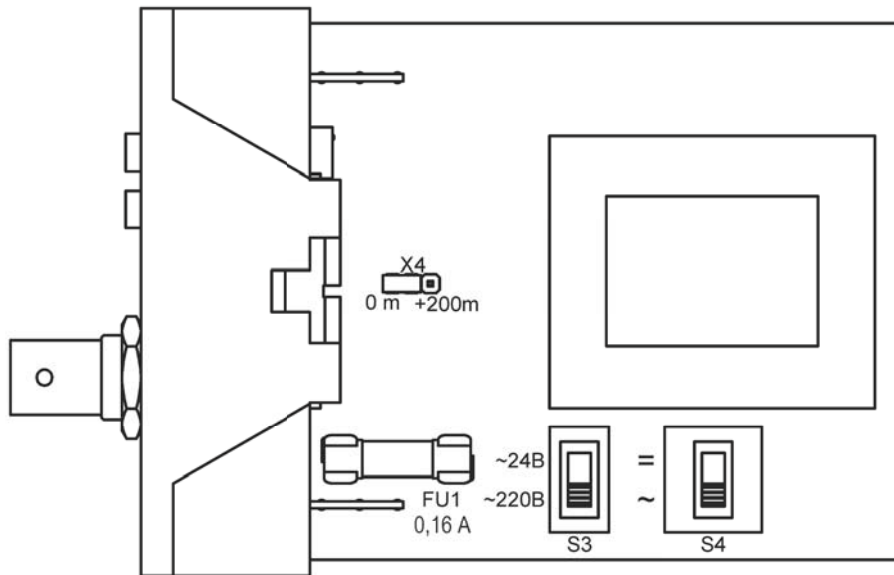

Рис.1 Плата передатчика
При длине линии свыше 2000 м, но не более 2200 м надо на плате передатчика (рис.1) переставить перемычку Х4 в положение «+200м» и нажать кнопку «+400 м», на приёмнике переключатель «ДАЛЬНОСТЬx100 м» установить в положение 20.
1. Установить требуемое напряжение питания передатчика переключателями S3 и S4, расположенными на печатной плате (рис.1). Для вскрытия передатчика, необходимо отверткой через боковые пазы отогнуть защелки корпуса и выдвинуть крышку с печатной платой.